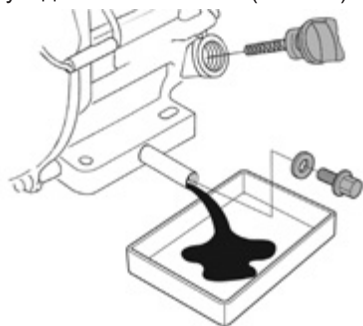

Рис. 37 Замена масла в двигателе
(1) Техническое обслуживание должно осуществляться более часто, при работе в пыльных условиях.
(2) Данный вид работ необходимо выполнять в авторизованном сервисном центре.
- Удерживая одним ключом трубку-удлиннитель от проворачивания открутите пробку для слива масла и слейте отработанное масло в подготовленную для этого емкость (Рис. 37).